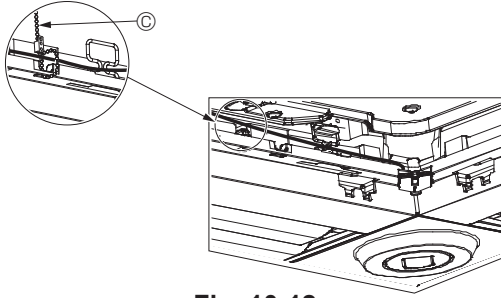

Fig. 10-12
- Şemada gösterildiği gibi i-See sensör ve sinyal alıcı kablolarını, kablolarla gevşeklik olmayacak şekilde tespit malzemesi ile tespit edin ve daha sonra tespit malzemesinin fazla kısmını kesin. (Fig.10-12)
- Eğer i-See sensör konumu "o" konumundan (E) "□" konumuna (F) değiştirilmişse, anahtar ayarlarını değiştirin. (Sayfa 181'ye bakın.)